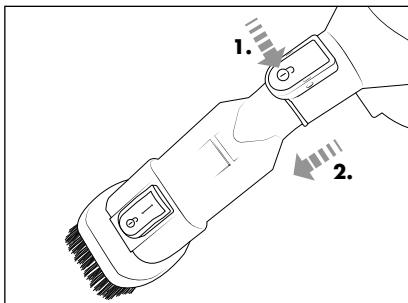

Abb. 9
- ◆ Um die 2-in-1 Kombibürste ⑧ vom Gerät zu entfernen, halten Sie die Entriegelungstaste ⑯ gedrückt. Ziehen Sie dann die 2-in-1 Kombibürste ⑧ von der Saugöffnung des Gerätes ab (siehe Abb. 9).